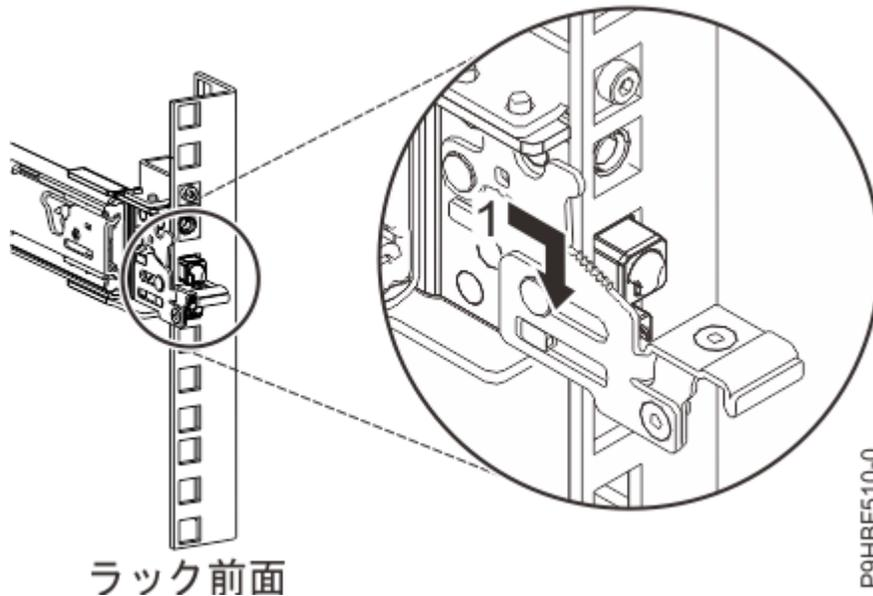

図 3. ラックの前面レールでのピンの挿入
3. ラックの前面で、レール前部の 3 本のピンを、事前にマークを付けた、選択済みの EIA 単位の穴に挿入します。スライド・レールを下方に下げて **(1)**、中央のピンのフック機構を噛み合わせます。5 ページの図 3 を参照してください。